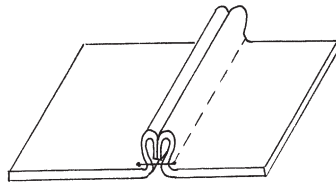

Рис. 20. Двойной машинный шов
**Двойной шов (выворотный).** При выполнении детали сложите лицевой стороной друг к другу (рис. 20).